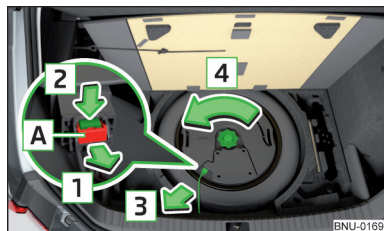

Fig. 310
- Tira el enclavamiento **A** en el conector en el sentido de la flecha **1** » fig. 310.
- Atornillar el tornillo de seguridad contra el sentido de la flecha **4** hasta el tope » fig. 310.